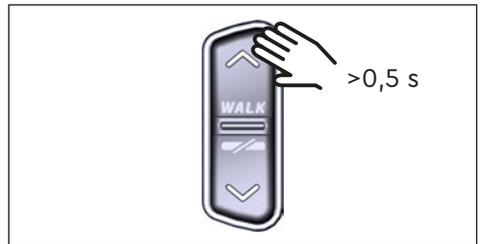

Abb. 9: Aktivieren der Gehhilfe
- ▶ Wenn das E-Bike stillsteht, drücken Sie die OBEN-Taste auf dem Remote länger als 0,5 s (siehe Abb. 9), um die Gehhilfe zu aktivieren.
- Drücken Sie die Bedientaste auf dem Display (Pos. 5 in Abb. 9).